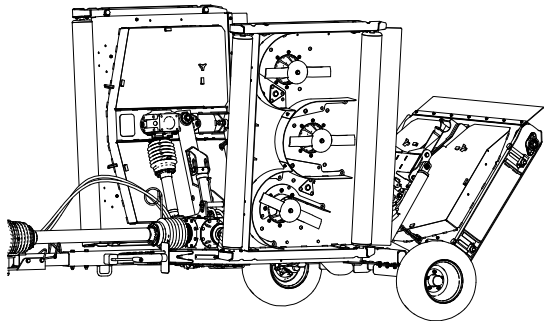

Figura 63
2. Eleve y cierre las carcasas del cortacésped, apague el motor y retire la llave (Figura 63).